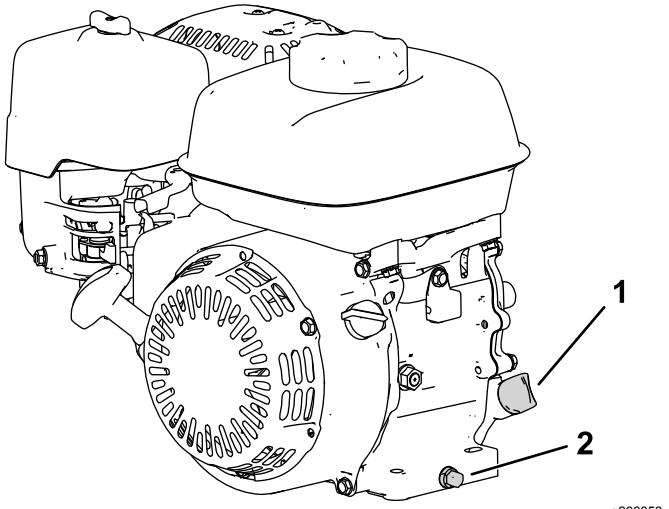

Figura 27
2. Coloque a máquina de maneira a que o motor esteja nivelado e limpe a área à volta do tubo de enchimento de óleo (Figura 27).
3. Retire o tampão de escoamento, anilha e vareta (Figura 27).